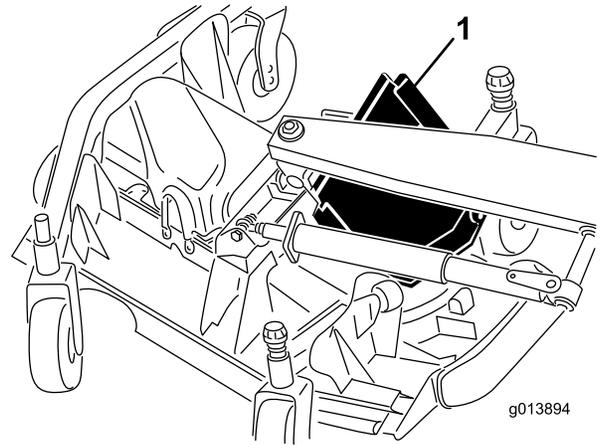

Figure 76
6. Soulevez le bord avant et guidez-le entre le bras de levage et le galet pour le déposer (Figure 76).